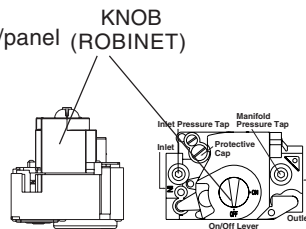

Figure 11
6. Move the gas control knob clockwise  to "OFF". (See Figure 11)
7. Wait five (5) minutes to clear out any gas. Then smell for gas, including near the floor. If you smell gas, STOP! Follow "B" in above information. If you don't smell gas, go to the next step.
8. Move the gas control knob counterclockwise  to "ON". (See Figure 11)
6. Faire tourner le robinet à gaz dans le sens des aiguilles d'une montre  pour l'amener sur la position OFF (Arrêt) (Voir Figure 11).
7. Attendre cinq (5) minutes pour s'assurer de la dissipation du gaz. En cas d'odeur, ARRÊTER LE PROCÉDÉ. Suivre les instructions ci-dessus (Section B). En l'absence de toute odeur de gaz, avancer à l'étape suivante.
8. Faire tourner le robinet à gaz dans le sens inverse des aiguilles d'une montre  pour l'amener sur la position ON (Marche) (Voir Figure 11).
4. Move the gas control knob clockwise  to "OFF". Do not use force. (See Figure 11)
4. Faire tourner le robinet à gaz dans le sens des aiguilles d'une montre  pour l'amener sur la position OFF (Arrêt) Ne pas forcer (Voir Figure 11).